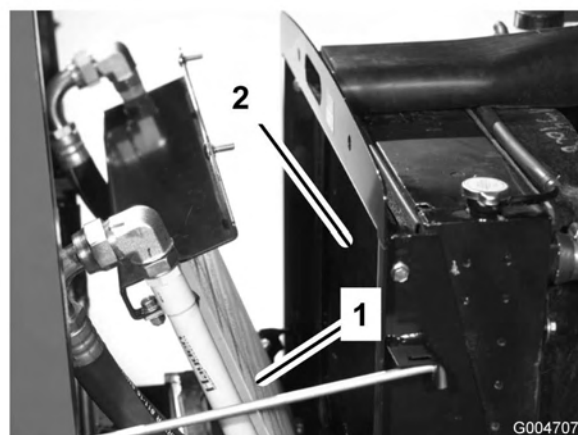

Figure 63
3. Basculez le refroidisseur d'huile en arrière. Nettoyez soigneusement les deux côtés du refroidisseur et la surface autour du radiateur (Figure 63) à l'air comprimé.